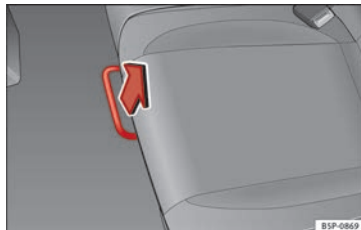

Abb. 79 Entriegelungsstange für den Rücksitz.
- Entriegeln Sie den Hebel in sitzender Position in Richtung des Pfeils » **Abb. 79**.